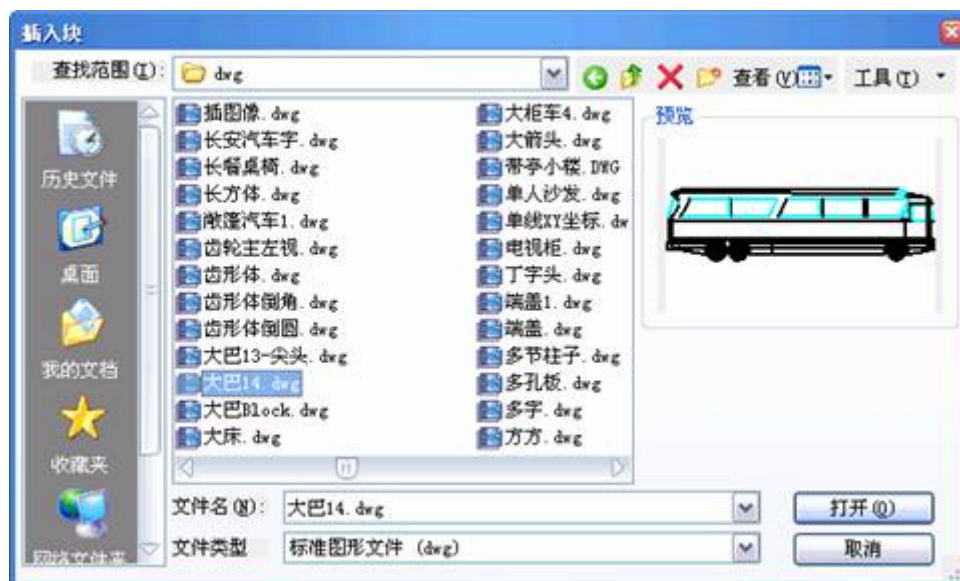

图 10-7 选择插入图形
**从文件：**此项用来选取要插入的外部块。点击“从文件”单选按钮，单击“浏览”，系统显示如图 10-7 插入图形对话框，选择要插入的外部图块文件路径及名称，点击“打开”。再回到图 10-6 对话框，单击【插入】按钮，此时命令行提示指定插入点，键入插入比例、块的旋转角度。完成命令后，图形就插入到指定插入点。
如图 10-7 所示，选择从文件，点击右边的浏览，找到存放图形文件的目录，再选择要插入的图形文件即可。